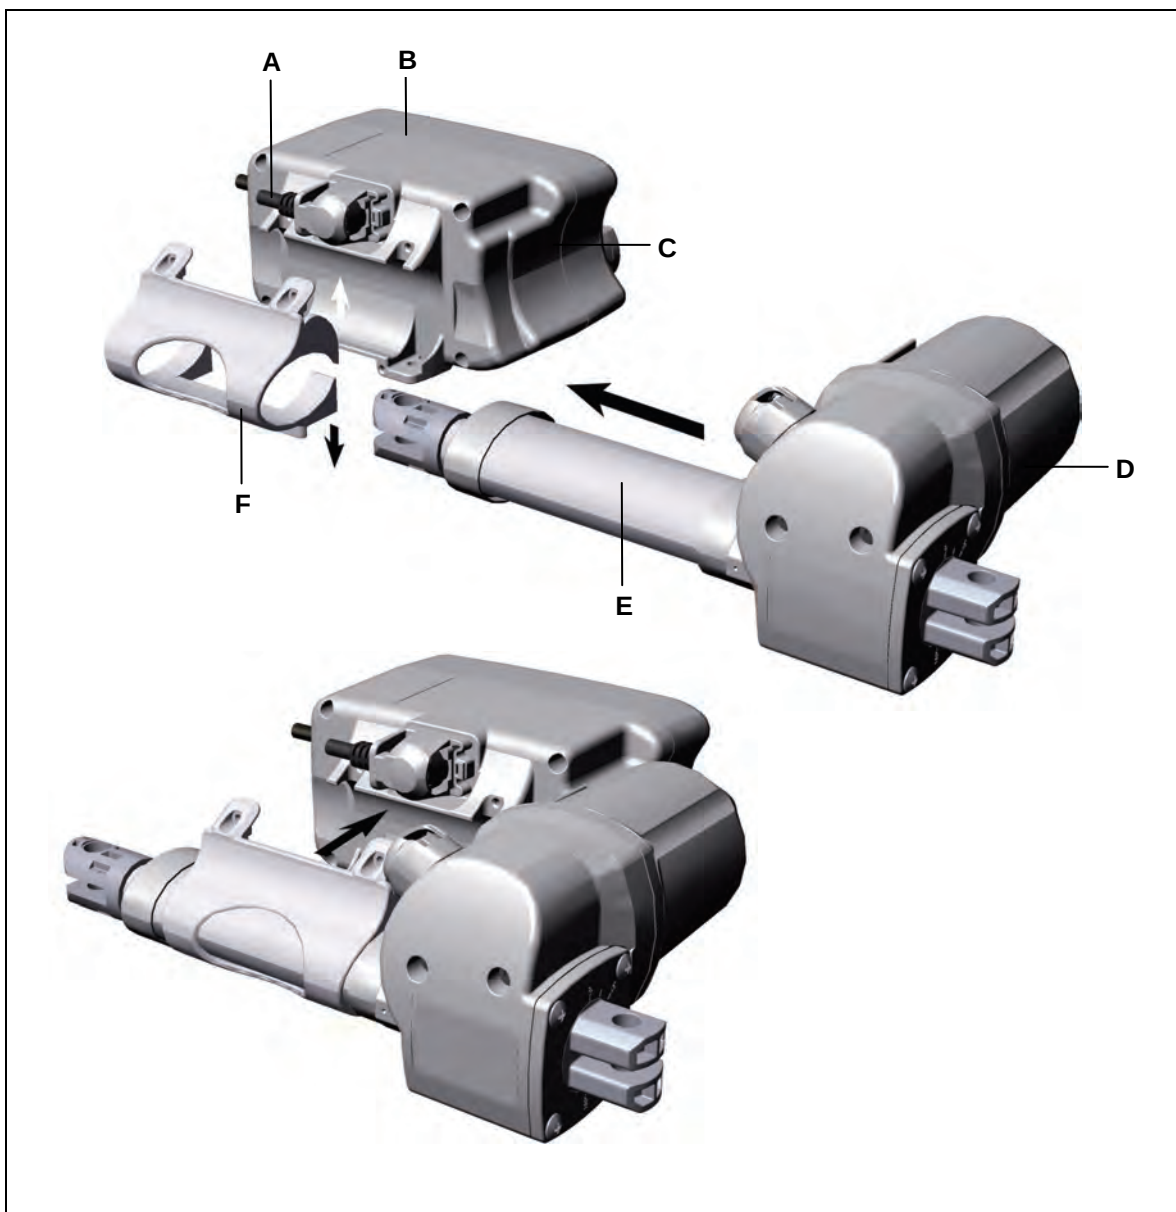

Abbildung 13 Montage des Antriebs Megamat MFZ an die Steuerung MCL II
- 1 Schieben Sie die Befestigungsschelle (F) über die Flanschführung (E) des Antriebs MFZ, wie in Abbildung 13 gezeigt. Biegen Sie dazu die Befestigungsschelle leicht auseinander.
- 4 Entfernen Sie die Schrauben der Befestigungsschelle (F) der, wie in Abbildung 11 bzw. Abbildung 13 gezeigt.